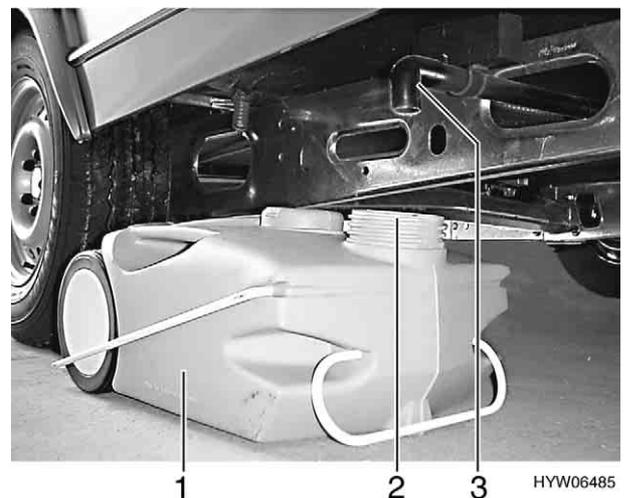

Bild 17 Abwassertank, fahrbar
Der Abwassertank (Bild 17,1) wird während der Fahrt im Gaskasten des Caravans aufbewahrt. Das Ablaufrohr (Bild 17,3) befindet sich am Fahrzeugboden in Fahrtrichtung links.
- Vor Benutzen der Wasseranlage Öffnung des Abwassertanks (Bild 17,2) unter das Ablaufrohr legen.